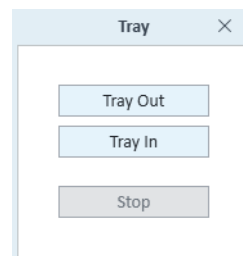

Figura 8. Cuadro de diálogo del widget de la bandeja.
- 1 Haga clic en el widget de la bandeja para acceder al cuadro de diálogo de ese widget (consulte la **Figura 8**).